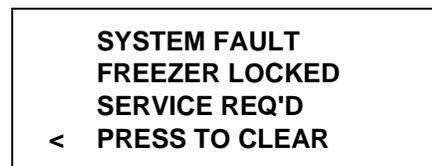

图 181
2. 在热处理过程中，(冷冻缸、储料槽或乙二醇)热敏电阻发生故障。(见图 181。)